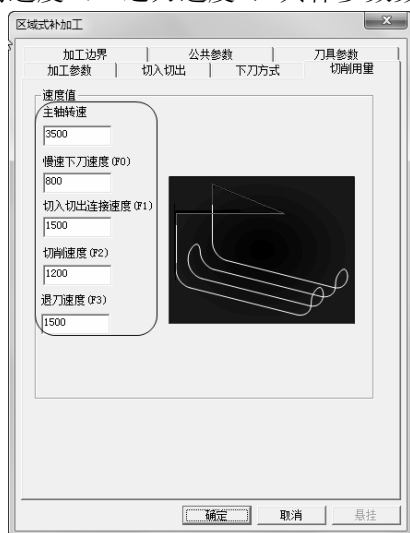

图 3-87 “切削用量”选项卡
4) 单击“切削用量”选项卡，设置“主轴转速”、“慢速下刀速度”、“切入切出连接速度”、“切削速度”、“退刀速度”，具体参数数值如图 3-87 所示。